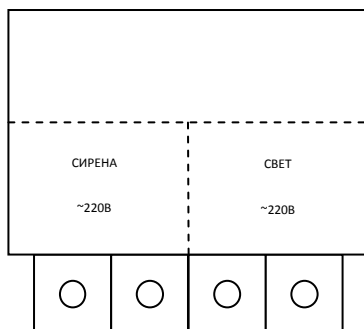

Рис.1 Схема подключения оповещателя охранно-пожарного комбинированного «Октава-220»
- подключить питание согласно схемы подключения (рис.1);